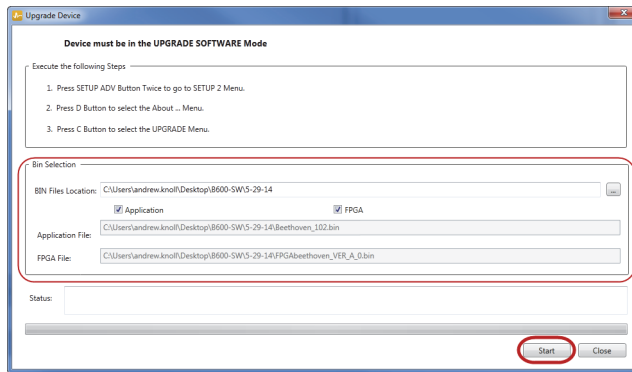

Figura 7-8 La finestra di dialogo Upgrade Device
Si apre la finestra di dialogo **Upgrade Device** (dispositivo dell'upgrade) [vedere Figura 7-8 a pagina 196).
6. Nella sezione **Bin Selection** (selezionare collocazione) nella finestra di dialogo **Upgrade Device**, selezionare la posizione del software del BondMaster 600 ed in seguito selezionare **Application** (applicazione) e **FPGA** (vedere Figura 7-8 a pagina 196).